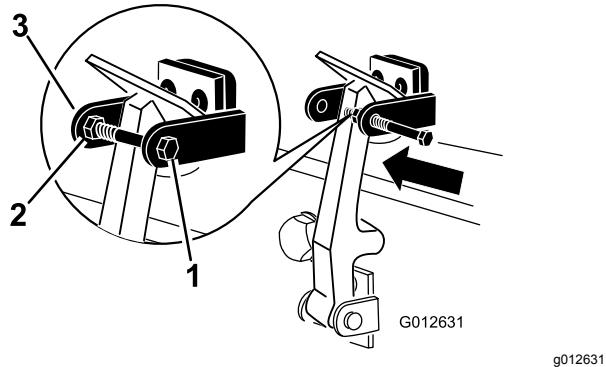

図 6
7. フードロックブラケットのもう一方のアームにボルトを取り付けてラッチを固定する図6。ボルトはしっかりと固定するがナットの締め付けは行わないこと。